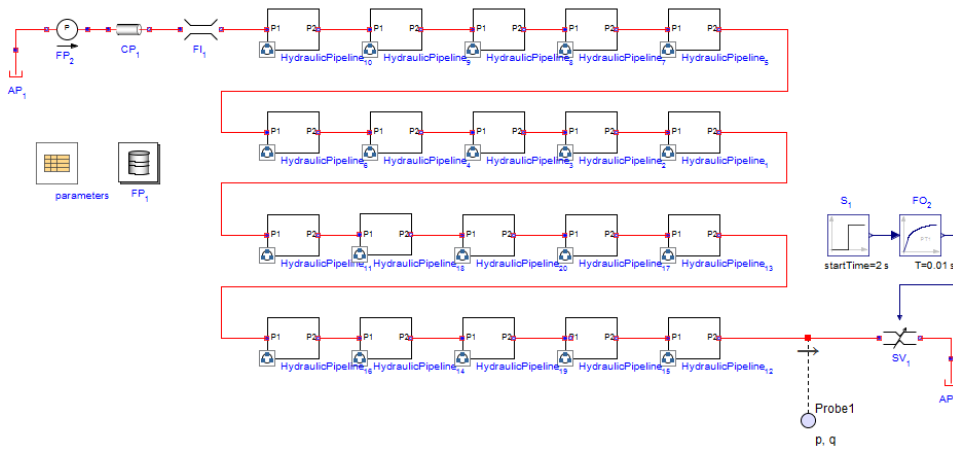
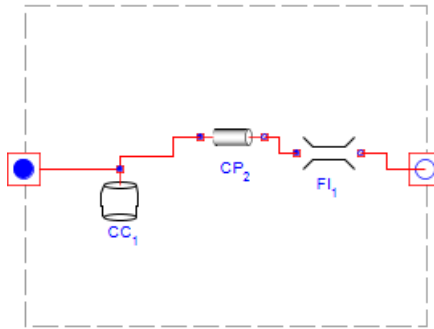

図6.28 ウォーターハンマー
図6.29 離散化されたパイプラインのセグメント
図6.29 「離散化されたパイプラインのセグメント」に示すように、各サブシステムは、Compliant Cylinder、Circular Pipe、および Fluid Inertia コンポーネントで構成されています。全長 L 、容量 V 、 N 個に分割されたパイプラインには、 $N + 1$ 個のパイプ (それぞれの長さは
1. 図6.28 「ウォーターハンマー」 や 図6.29 「離散化されたパイプラインのセグメント」 にあるようなコンポーネントと接続のあるモデルを作成します。
4. **Fixed Pressure** コンポーネントの (図6.28 「ウォーターハンマー」 の FP_2) 圧力 (P) を 500 kPa に設定します。